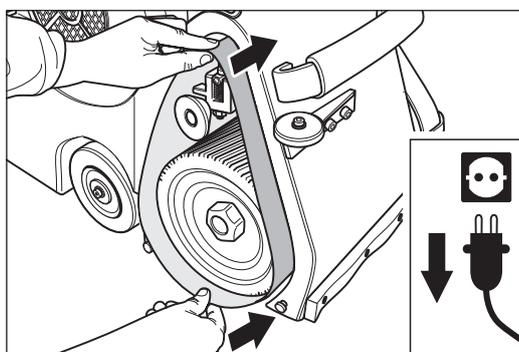

Fig. 9 Coloque la cinta de lijado sobre el rodillo lijador y el rodillo tensor hasta que el rodillo lijador quede totalmente cubierto por la cinta.
- 10 Coloque la cinta de lijado de modo que el rodillo lijador quede uniformemente cubierto (Fig. 9)